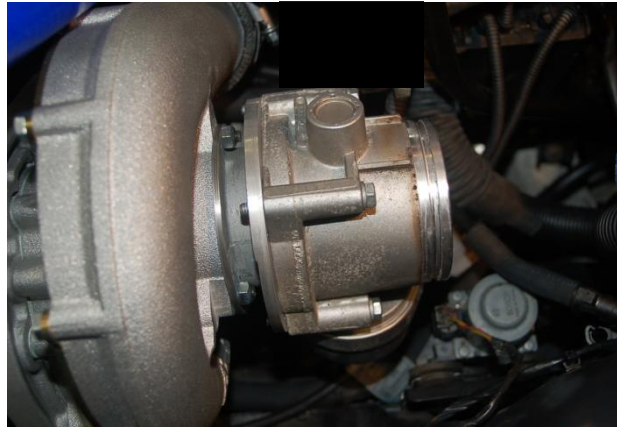

Abbildung 28
1. Die Saugstrahlpumpe (Abb. 28 Pfeil) vorbereiten. Den Schlauch (Pos. 3 mit Pos. 6) ausbauen. Diese Bauteile entfallen.